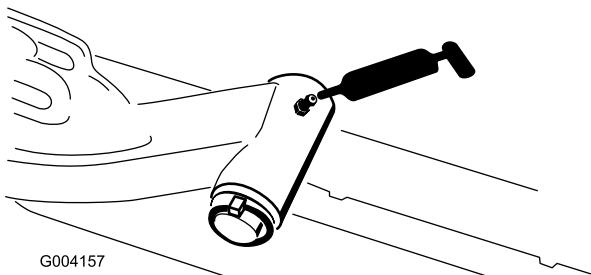

Figura 56
- Alberi di articolazione dei bracci di sollevamento (1 cad.) (Figura 56)